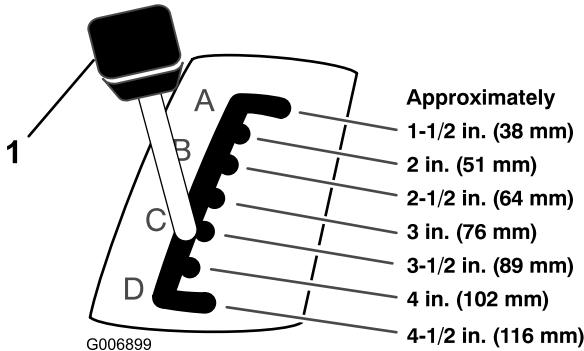

Figura 8
5. Tire de la palanca de ajuste de la altura de corte del tractor y colóquela en la posición deseada (Figura 8).